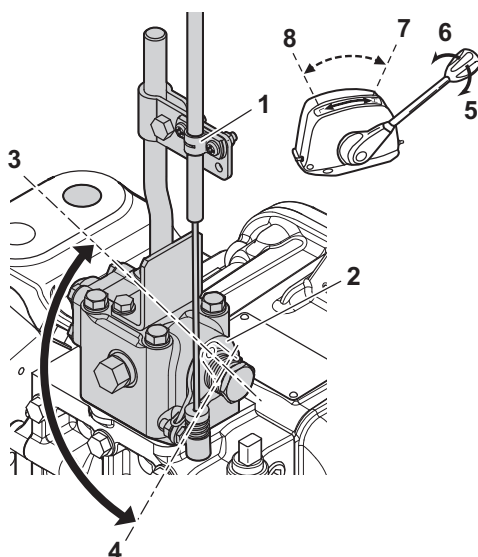

Figure 6
1. Veillez à ce que le levier de traîne (**Figure 6, (2)**) soit dans la position de haute vitesse (**Figure 6, (4)**) lorsque la poignée de commande à distance de traîne est en position de haute vitesse (**Figure 6, (7)**).
2. Veillez à ce que le levier de traîne soit dans la position de basse vitesse (**Figure 6, (3)**) lorsque la poignée de commande à distance de traîne est en position de basse vitesse (**Figure 6, (8)**).
3. Pour ajuster, desserrez la vis d'ajustement de la fixation de câble (**Figure 6, (1)**) et ajustez la position du câble.